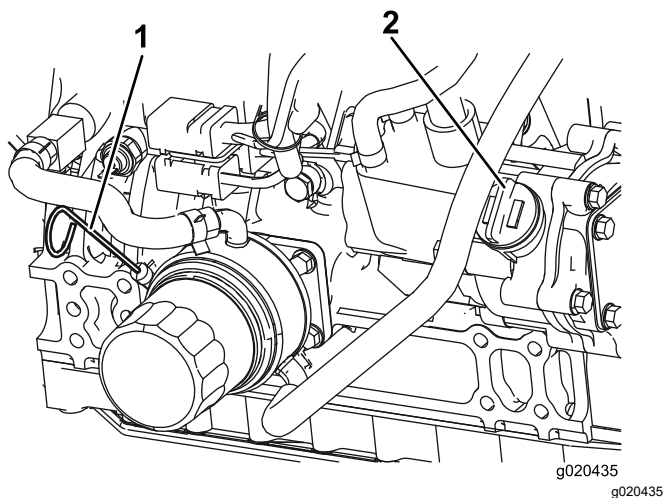

Figure 73
Le niveau d'huile doit se situer dans la plage de sécurité (Figure 73).
4. Si le niveau d'huile ne se situe pas dans la plage de sécurité, enlevez le bouchon de remplissage (Figure 73) et faites l'appoint jusqu'à ce que le niveau correct soit atteint.